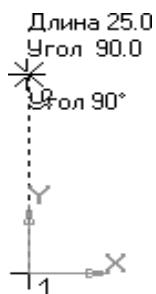

Рис. 2
- Установите курсор в начало координат и нажмите левую кнопку мыши, – начальная точка зафиксирована. В строке параметров введите значение длины первого отрезка, равное 25 мм ($50:2=25$), переместите курсор вверх от начала координат до срабатывания угловой привязки «Угол 90°», рис. 2, зафиксируйте конечную точку первого отрезка нажатием левой кнопки мыши.